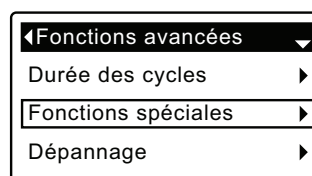

FIG. 61
3. Appuyez sur le SÉLECTEUR (O) pour afficher le menu des fonctions avancées (cf. Figure 61).